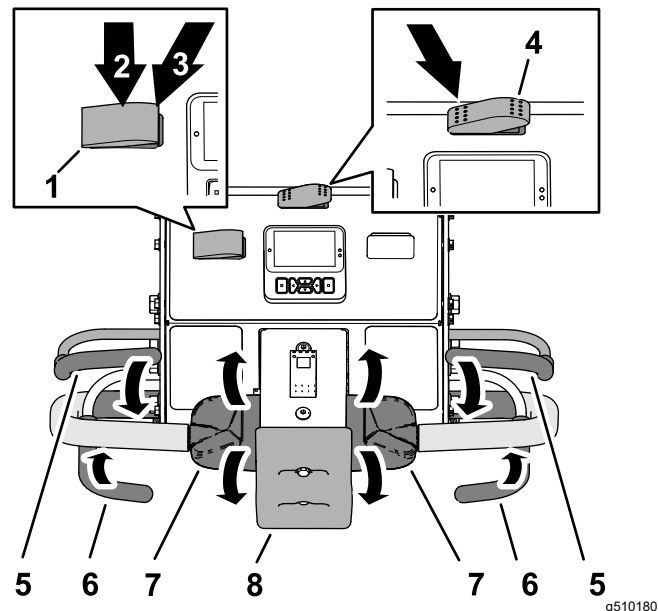

Figure 75
- Placez la commande de transport/aération à la position AÉRATION (Figure 75).